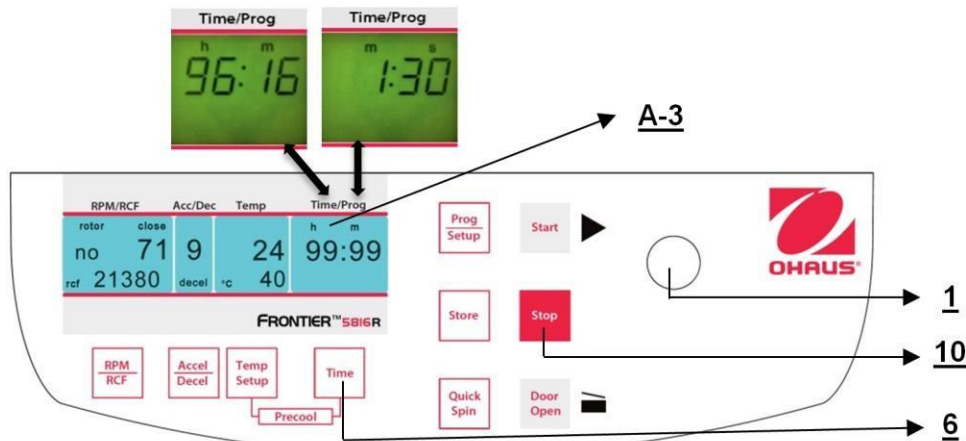

Figura 20
3. La operación continua **"cont"**, que puede interrumpirse con el botón **"Stop"**(10) (vea la Figura 20).
Para establecer el valor deseado, use la perilla de ajuste (1). Después de exceder 59 min. 50 seg., la indicación cambia automáticamente a **"h : m"**. Después de exceder 99 horas 59 min., aparece la palabra **"cont"** en la pantalla **"Time/Prog"** (A-3). Esta operación continua solo puede interrumpirse al presionar el botón **"Stop"** (10). El conteo regresivo del tiempo inicia una vez que se alcanza la velocidad establecida. La pantalla siempre muestra el tiempo de operación restante. (Vea la figura 20.)
Si las muestras son sensibles a la temperatura, es útil preenfriar la centrifuga, el rotor y eventualmente los portatubos a la temperatura de trabajo requerida. Por lo tanto, inserte el rotor deseado y preajuste la temperatura respectiva. Al presionar en forma simultánea los botones **"Temp/Setup"** (13) (vea la Figura 20) y **"Time"** (6), inicia la operación. Durante la operación, la unidad selecciona automáticamente una velocidad rotacional que es equivalente al 20% de la velocidad rotacional permitida del rotor respectivo. Después de que se alcanza la temperatura predeterminada, puede salir de la operación de preenfriamiento con el botón **"Stop"** (10). Dependiendo del rotor insertado, el preenfriamiento dura aproximadamente entre 10 y 20 minutos.